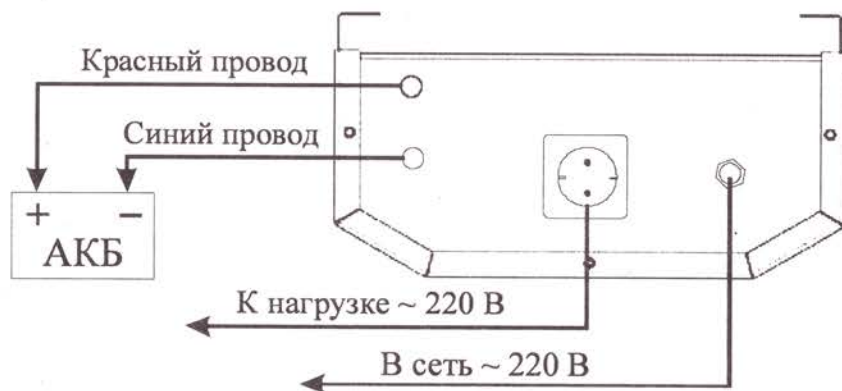

Рисунок 4. Подключение ИБП RESERVE-500 S
1. Произведите подключение ИБП к аккумуляторной батарее. **Строго соблюдайте полярность! Красный провод соответствует «+» батарее, синий «-»** (см. рис. 4).
3. Подключите питаемое оборудование к розетке источника (рис. 4).
5. Подайте напряжение питающей сети, для чего вставьте сетевую вилку источника в розетку (рис. 4).